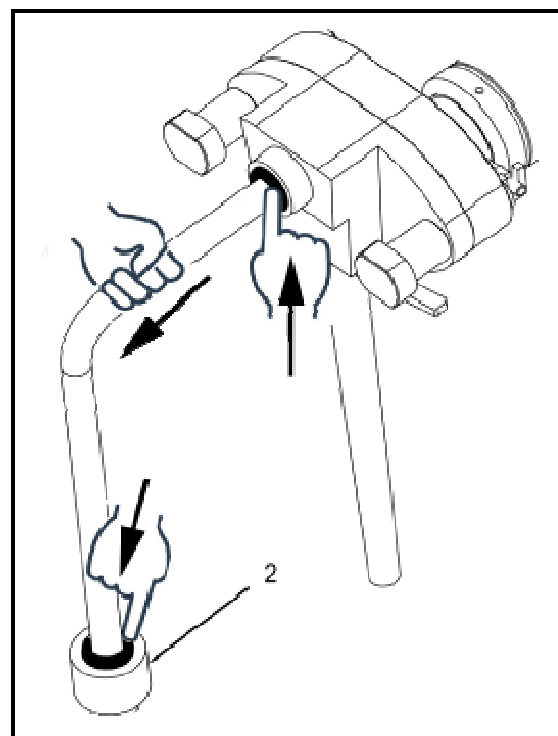

Fig. 31
- Sganciare il tubo di mandata della pompa utilizzando la tecnologia a sgancio rapido premendo contemporaneamente il collare scuro verso l'interno e con l'altra mano estrarre il tubo (fig.31).
- Ripetere la stessa operazione per sganciare il tubo dal raccordo vasca 2 (fig.31).
- Svitare il raccordo vasca per rimuoverlo (fig.31).